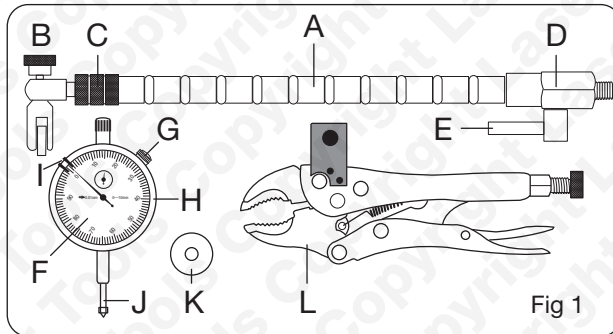

Fig 1
6. Azzerare il comparatore ruotando prima il disco del freno fino a raggiungere la lettura minima, quindi allentare la vite di bloccaggio della cornice (G) e ruotare la cornice esterna (H) per allineare l'ago allo zero. Quindi, serrare la vite di bloccaggio (G) della cornice. Fig. 1 e 3.
8. I marcatori (I) possono essere spostati per marcare i due estremi di spostamento dell'ago ad indicare la distorsione del disco. In alternativa, impostare i marcatori alle letture massime indicate dal produttore e far ruotare il disco. Se l'ago resta all'interno dei marcatori, la distorsione del disco è accettabile.